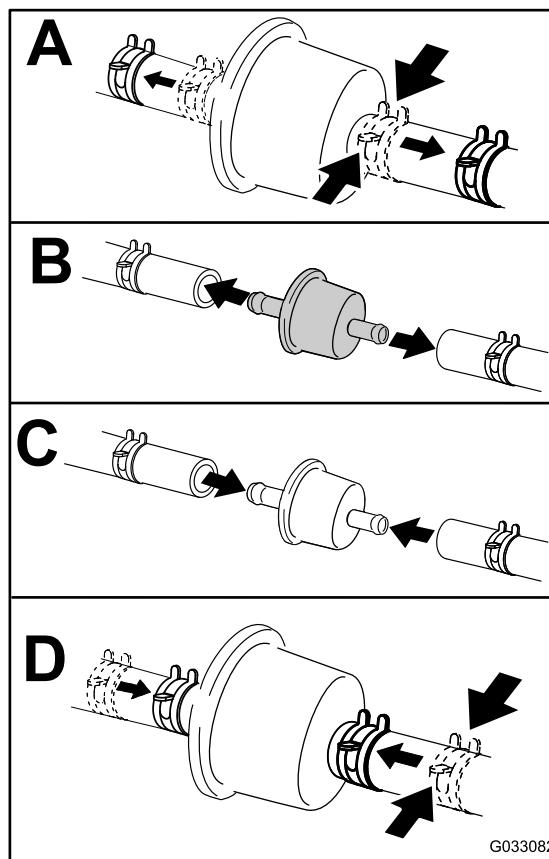

Рисунок 49
5. Замените топливный фильтр (Рисунок 49).